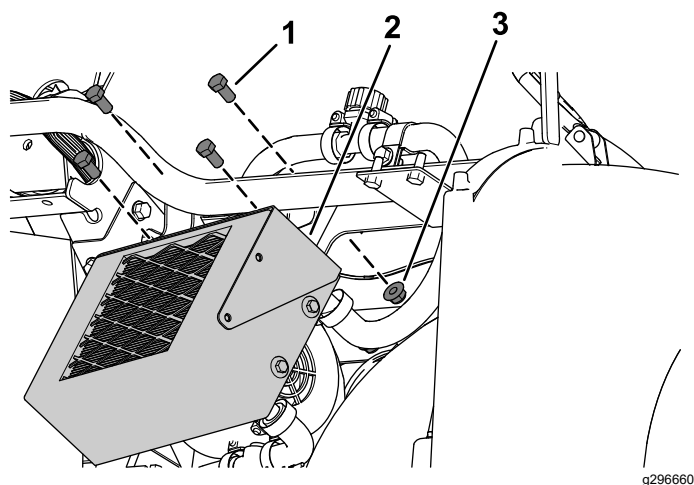

図 28
- E. ヒーターブラケットにヒーターを固定する六角ヘッドボルト3/8 x 3/4"4本とフランジナット3/8"4個を使用して図 28のように取り付ける。